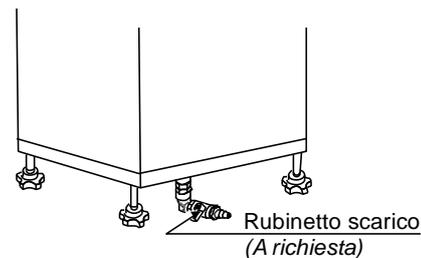

Fig. 7
N.B.: nei modelli provvisti di scarico (accessorio a richiesta) prestare attenzione che il rubinetto di scarico sia chiuso (fig. 7).
Nel caso si riempia troppo la caldaia superando anche l'indicazione MAX nel vetro livello, il ferro da stiro potrebbe perdere acqua. In questo caso bisogna spegnere l'apparecchio, svitare di un giro il tappo valvola, aspettare che tutto il vapore all'interno della caldaia sia fuoriuscito, togliere il tappo valvola, attendere che l'acqua e la caldaia si raffreddino completamente quindi ruotare verso destra la BARBARA 31 TAVOLO per far fuoriuscire l'acqua in eccesso (vedi capitolo 8). Nei modelli provvisti aprire il rubinetto di scarico-caldaia con cautela (fig. 7).
Svitare e togliere il tappo valvola e aprire il rubinetto di scarico (fig. 7). **Quando tutta l'acqua è fuoriuscita dalla caldaia ricordarsi di chiudere il rubinetto!**